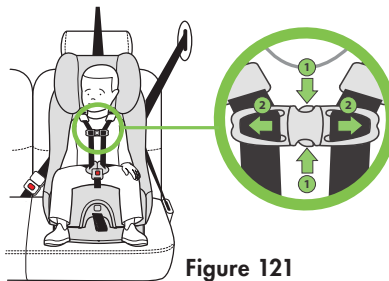

Figure 121
Dégagez l'attache de poitrine en pressant ensemble les languettes de déverrouillage (1) et en séparant l'attache de poitrine (2), tel qu'illustré dans la **Figure 121**.